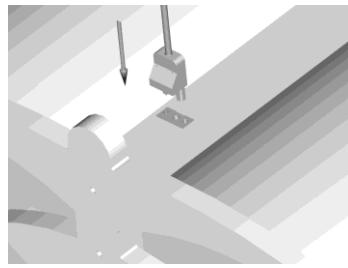

Figura 11 - Figure 11
- Connettere il la spina del connettore D alla presa corrispondente situata sulla struttura dell'apparecchio secondo quanto illustrato nella figura 11.